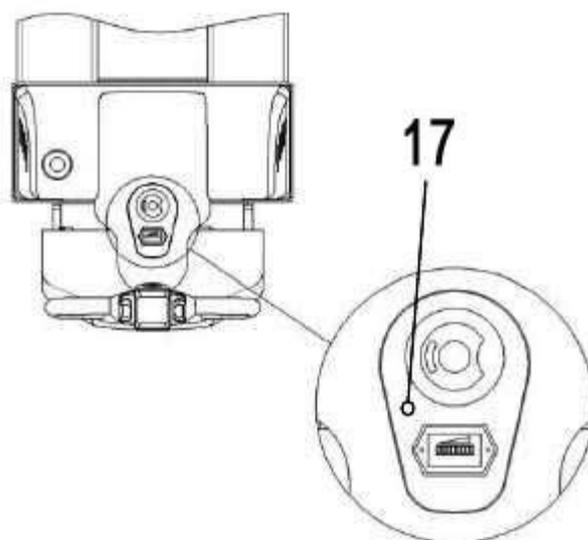

Рис.8
6.4.2 Выключите электропитание тележки и подключите кабель зарядного устройства к электросети (220 В/50 Гц). После этого начнется зарядка аккумуляторной батареи. Зарядка производится до тех пор, пока светодиодный индикатор 17 (рис. 8) начнет светиться зеленым светом.